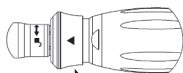

Figura 5
2. Segure a peça de mão com firmeza com uma mão e com a outra mão empurre e rode a manga de libertação do dispositivo de fixação até a seta estar alinhada com o símbolo de desbloqueio (Figura 5).